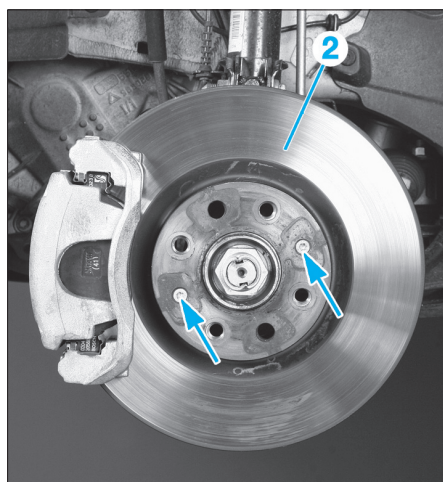

Fig. 7
- Déposer la vis (flèche) de fixation du disque (2) (Fig.7).